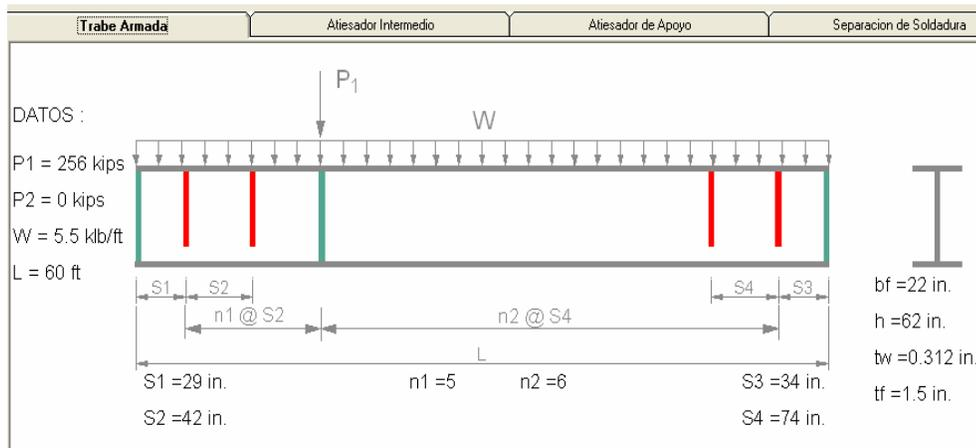

Figura 6.9 Dimensiones de la Trabe Armada.
2. La Figura 6.9 muestra la carpeta “Trabe Armada”, la cual contiene las dimensiones de la trabe armada.